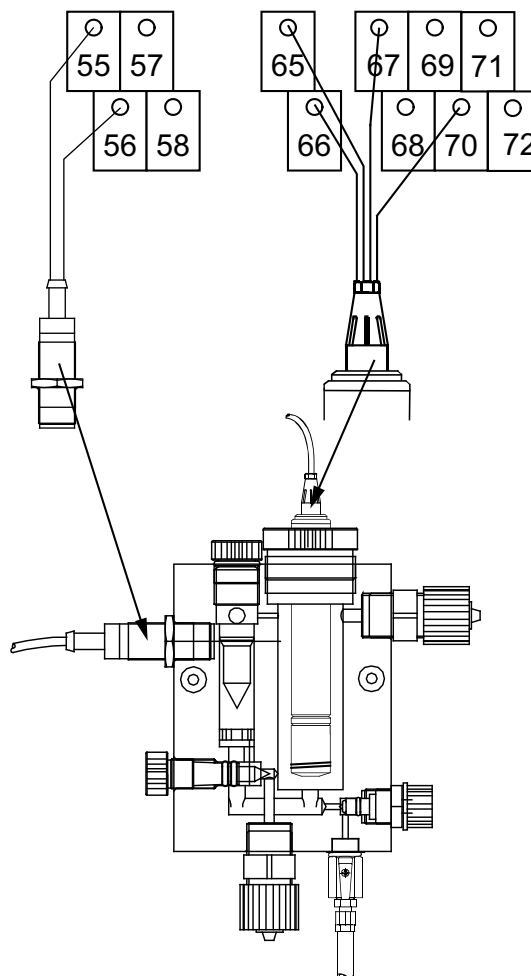

Рис. 10 Подсоединение к клеммной коробке системы Oxiperm Pro, вплоть до версия программного обеспечения V0.19
- Подсоедините кабель с четырехконтактным резьбовым соединителем к измерительной ячейке. См. рис. 10.